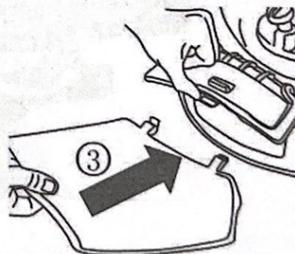

Рис. 8
- 1.Откройте боковую защитную панель, удерживайте ее в нужном положении и совместите крючки на насадке со стержнями, на которые ее нужно повесить (рис. 7 и рис. 8).